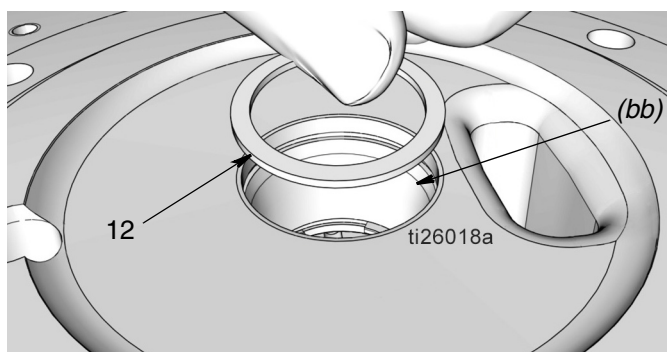

FIG. 34
- Verificare che l'anello di sicurezza (51) sia in posizione sul lato della base della pompa (1).
- Installare il distanziale (12) mostrato in FIG. 34.